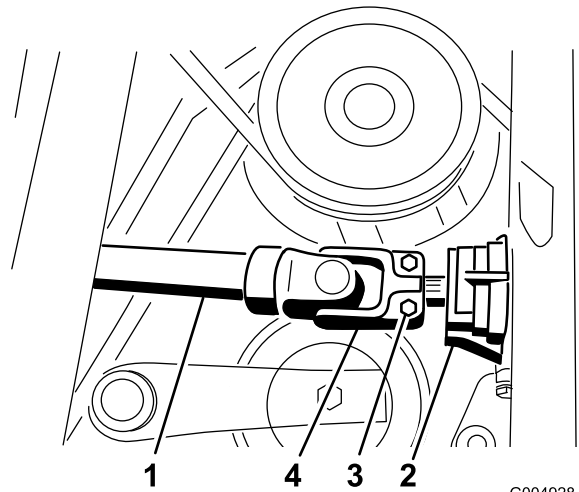

Figure 11
7. Glissez l'arbre d'entraînement sur l'arbre du boîtier d'engrenages (Figure 11). Montez la goupille cylindrique et serrez les boulons à un couple de 20 à 25 Nm (175 à 225 po-lb).